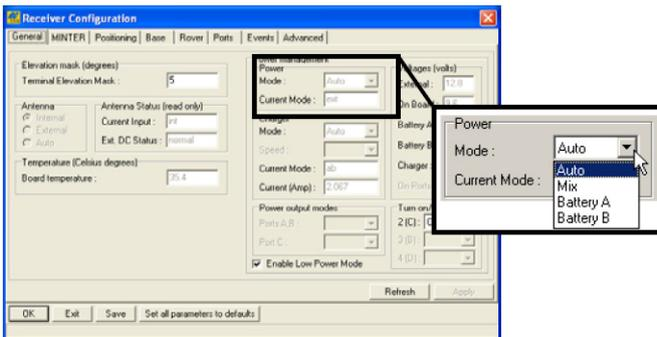

Figura 2-9. Selezione di Charger Mode
3. Selezionare l'elenco a discesa *Power Mode* per impostare la fonte di alimentazione desiderata (Figura 2-9). *Current Mode* visualizza la fonte di alimentazione corrente; se si utilizza la basetta cradle, verrà visualizzato il testo "extbat."